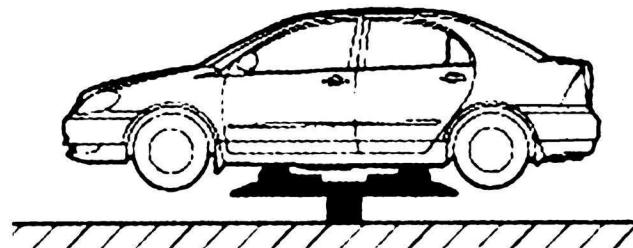

图 1-2-5 工位五
(5) 工位五(举升机升至低位): 检查制动器阻滞状况, 将制动液从制动总泵储液罐抽出, 为更换制动液做准备, 如图 1-2-5 所示。